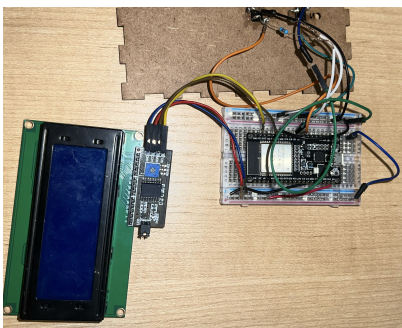

Figure 1.2
- b) Assurez-vous que tout soit bien connecté comme dans la **Figure 1.2** et que les boutons soit bien souder au couvercle (si il semble y avoir un problème contactez le support technique)